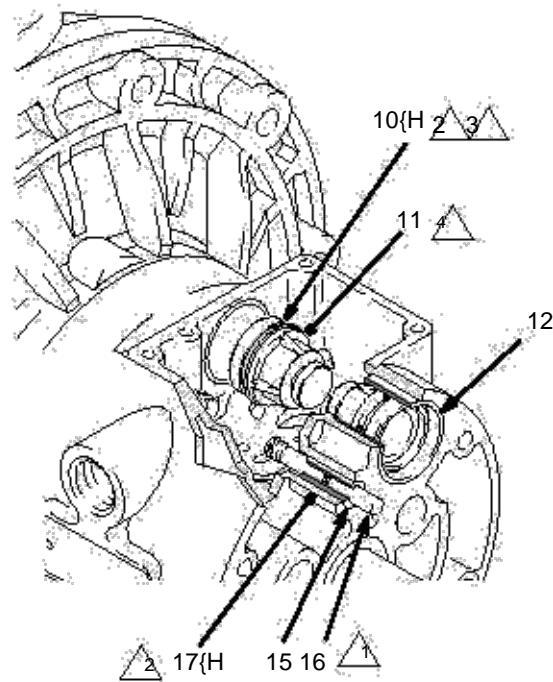

Fig. 9
4. 将两个螺线管活塞(11)拉出轴承(12). 从活塞上移除U型杯包装(10{H})。将定向脚(16)拉出轴承(15). 从定向脚上移开O型圈(17{H}). 见图9.
6. 检查轴承(12, 15)的位置. 见图9. 这个轴承是锥形的如果损坏可以从外面移除. 这需要拆解流体的部分. 见22页.
4. 将每个O型圈(17{H}) 安装在定位销 (16)上. 用油脂润滑下定位销和O型圈. 将插脚嵌入轴承的最底部. 见图9.
5. 将U型杯包装(10{H})安装在每个制动活塞 (11)上, 包装的边缘将朝向活塞窄端出. 见图9.
6. U型杯堤料(10{H}) 和电磁铁活塞(11)都需要润滑. 首先将电磁铁的宽端插入轴承 (12), 将电磁铁较窄的一端流露在外边.见图9.